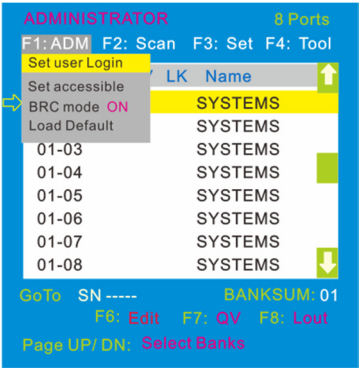

图 4-1.6
- ✧ **BRC Mode off-** 按【Enter】键，关闭或者打开 BRC 广播模式（图 4-1.6）
【F1】->BRC Mode OFF->按【Enter】键 -->BRC Mode ON (图 4-1.6)